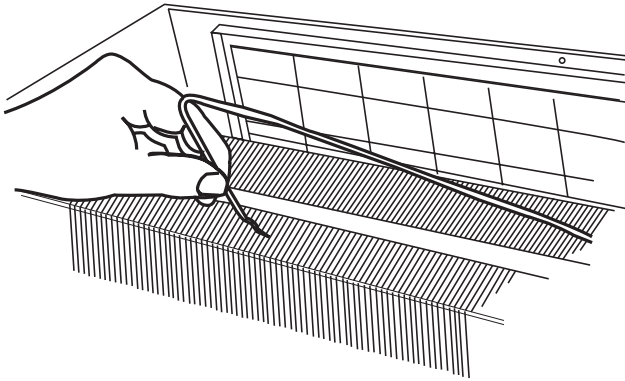
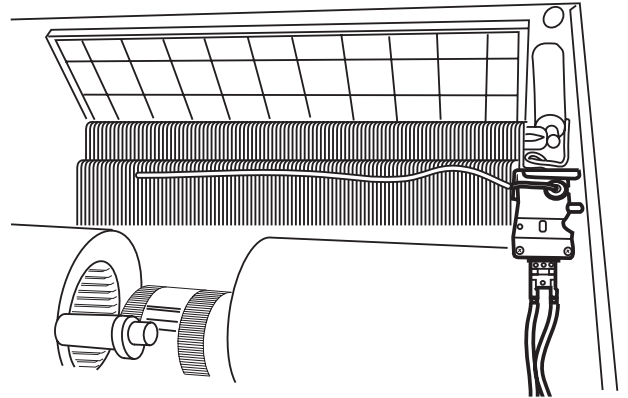

Fig. 3 - Abb. 3
Fig. 4 - Abb. 4
- Bend the end of the capillary for about 200 mm (figure 3) and insert it between the 2 rows of coil fins (figure 4).
- Plier l'extrémité du capillaire de 200 mm environ (figure 3) et l'insérer entre les 2 rangées d'ailettes du serpentin (figure 4).
- Das Kapillarrohr-Ende etwa 200 mm biegen (Abb. 3) und dann zwischen den beiden Registerrippen-Reihen einführen (Abb. 4).